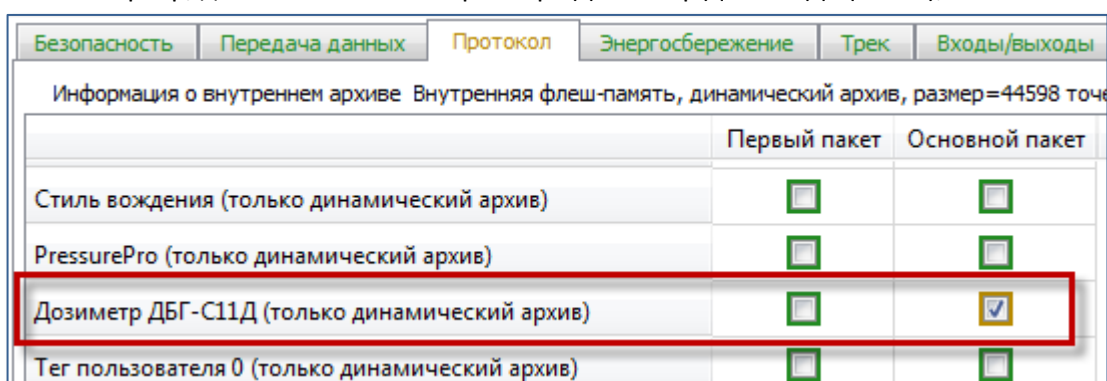

Рисунок 7. Настройка основного пакета
5. перейдите на вкладку «Протокол» Конфигуратора, настройте основной пакет на передачу данных на сервер, для чего отметьте параметр «Дозиметр ДБГ-С11Д» (Рис. 7);